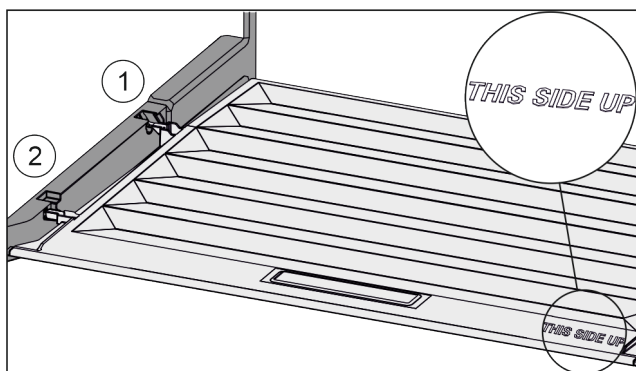

Fig. 84
- ▶ Skyv inn dekseltrinn via åpningen til bakre holder Fig. 84 (1) og klikk dem på plass i fremre holder Fig. 84 (2).